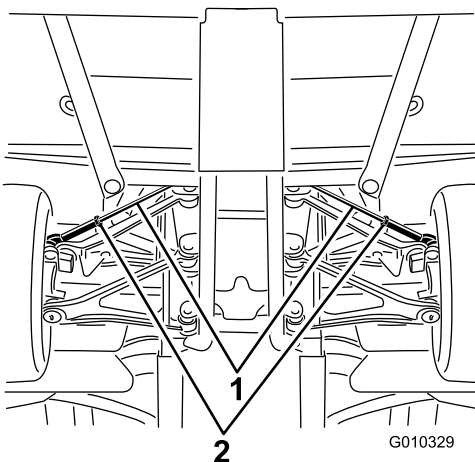

**Figura 55**
2. Meça a distância de centro a centro (à altura do eixo) na zona dianteira e traseira dos pneus da direção (Figura 55).